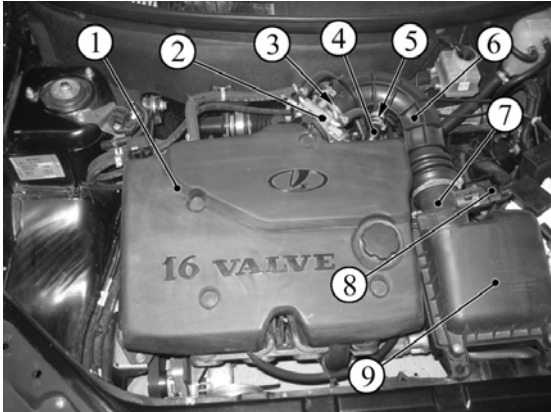

Рисунок 6 – Снятие воздушного фильтра:
- снять экран 1, рисунок 6, модуля впуска;